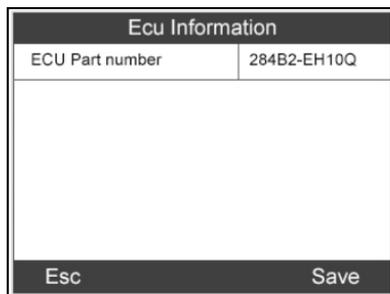

Imagen 4.42
- 2) El número de pieza de la ECU se mostrará una vez haya sido encontrado. Pulse el botón de la **FUNCIÓN** correspondiente «**guardar**» para guardar para su reproducción e impresión posteriores. (Imagen 4.42)